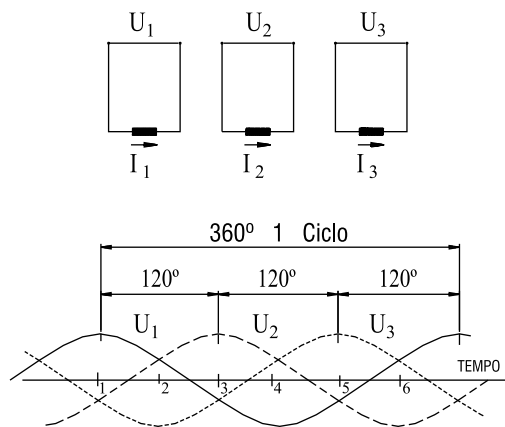
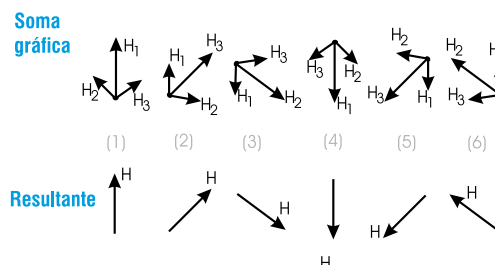

Figura 1.6
Figura 1.11
O sistema trifásico é formado pela associação de três sistemas monofásicos de tensões  $U_1$ ,  $U_2$  e  $U_3$  tais que a defasagem entre elas seja de 120°, ou seja, os “atrasos” de  $U_2$  em relação a  $U_1$ , de  $U_3$  em relação a  $U_2$  e de  $U_1$  em relação a  $U_3$  sejam iguais a 120° (considerando um ciclo completo = 360°). O sistema é equilibrado, isto é, as três tensões têm o mesmo valor eficaz  $U_1 = U_2 = U_3$  conforme figura 1.6.
b) Na figura 1.10b é indicado um “enrolamento trifásico”, que é composto por três monofásicos espaçados entre si de  $120^\circ$ . Se este enrolamento for alimentado por um sistema trifásico, as correntes  $I_1$ ,  $I_2$  e  $I_3$  criarão, do mesmo modo, os seus próprios campos magnéticos  $H_1$ ,  $H_2$  e  $H_3$ . Estes campos são espaçados entre si de  $120^\circ$ . Além disso, como são proporcionais às respectivas correntes, serão defasados no tempo, também de  $120^\circ$  entre si e podem ser representados por um gráfico igual ao da figura 1.6. O campo total  $H$  resultante, a cada instante, será igual à soma gráfica dos três campos  $H_1$ ,  $H_2$  e  $H_3$  naquele instante.
Na figura 1.11, representamos esta soma gráfica para seis instantes sucessivos.
No instante ( 1 ), a figura 1.6, mostra que o campo  $H_1$  é máximo e os campos  $H_2$  e  $H_3$  são negativos e de mesmo valor, iguais a 0,5. Os três campos são representados na figura 1.11 ( 1 ), parte superior, levando em conta que o campo negativo é representado por uma seta de sentido oposto ao que seria normal; o campo resultante (soma gráfica) é mostrado na parte inferior da figura 1.11 ( 1 ), tendo a mesma direção do enrolamento da fase 1.
Repetindo a construção para os pontos 2, 3, 4, 5 e 6 da figura 1.6, observa-se que o campo resultante  $H$  tem intensidade “constante”, porém sua direção vai “girando”, completando uma volta no fim de um ciclo.